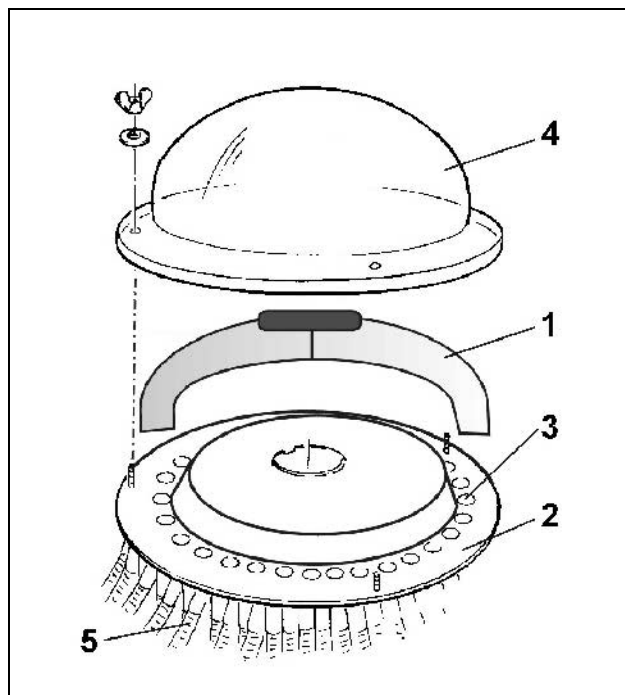
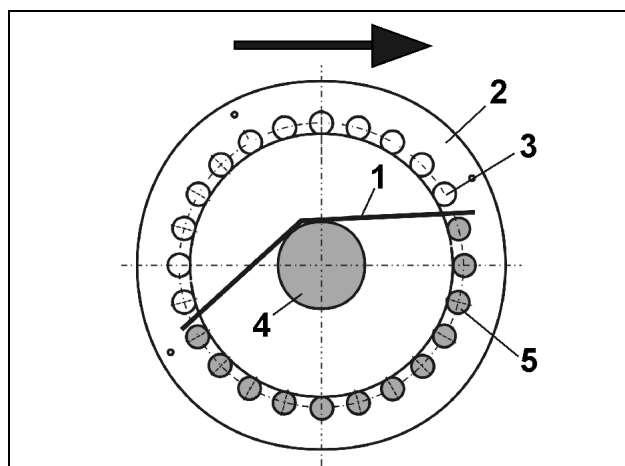

Рис. 56
Рис. 57
При помощи вставки (Рис. 56/1) для закрытия наполовину выпускных отверстий в распределительной головке поток посевного материала распределяется на половину всех выпускных отверстий (Рис. 56/3), и таким образом на половину всех сошников. Таким образом на выбор может прерываться подача посевного материала к сошникам с правой или левой половины машины, а высев производится с противоположной.
- Демонтируйте крышку распределителя (Рис. 56/4).
- Установите вставку (Рис. 56/1 и Рис. 57/1) на пластину распределителя (Рис. 56/2 и Рис. 57/2) так, чтобы вставкой закрывались необходимые выпускные отверстия.
- На горизонтальной проекции (смотрите Рис. 57) находятся:
- закрытые, не заштрихованные выпускные отверстия (Рис. 57/3) на отвернутой от гофрированной трубы (Рис. 57/4) стороне;
- открытые, заштрихованные выпускные отверстия (Рис. 57/5) на повернутой к гофрированной трубе (Рис. 57/4) стороне.
- В каждом случае проверяйте по семяпроводам (Рис. 56/5), закрывает ли вставка поток посевного материала к необходимым сошникам.
- Отметьте посадку вставки на пластине распределителя (Рис. 57/2), чтобы в дальнейшем, при необходимости, быстро найти положение вставки на пластине распределителя.
- Закрепите крышку (Рис. 56/4) на головке распределителя. При креплении крышки распределителя вставка (Рис. 56/1) заклинивается.